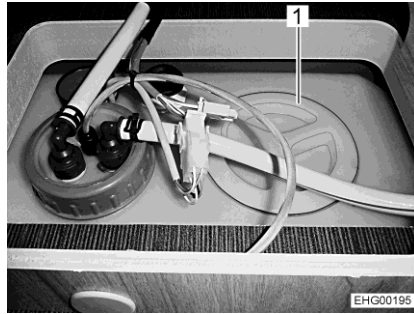

Fig. 175 Orificio de limpieza (depósito de agua)
- Retirar la tapa de cierre (Fig. 175,1) del depósito de agua.